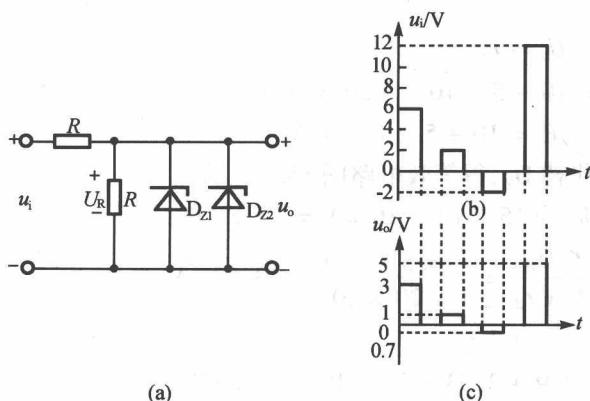

图 15.13
15.2.7 如图15.13(a)所示电路中,稳压管 D_{z1} 和 D_{z2} 的稳压值分别为 $U_{z1} = 5V$, $U_{z2} = 7V$,稳压特性是理想的,正向压降为 $0.7V$ 。若输入电压 u_i 的波形如图15.13(b)所示,试画出输出电压 u_o 的波形。
综上所述,画出输出电压 u_o 波形如图 15.13(c) 所示。